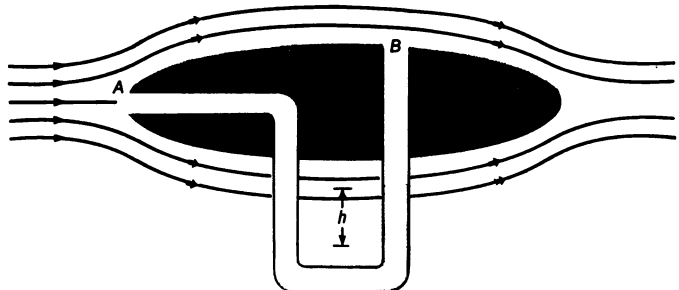

Рис. 13.12. Трубка Пито.
19. (II) *Трубка Пито* – это устройство для измерения скорости потока (рис. 13.12). Жидкость (газ) проходит мимо отверстия B со скоростью v , а у отверстия A находится в покое. Разность давлений $P_A - P_B$ измеряется манометром. а) Запишите выражение для скорости v через плотность движущейся среды ρ_f , манометрическую разность высот h и плотность жидкости в манометре ρ_m . б) Миниатюрная трубка Пито с ртутным манометром используется для измерения скорости кровотока. Чему равна эта скорость, если $h = 20$ мм?
20. (II) Труба диаметром 6,0 см, плавно сужаясь, переходит в трубу диаметром 4,0 см. Когда по трубе идет вода, избыточное давление в этих сечениях равно соответственно 32 и 24 кПа. Чему равен поток, или объемный расход?
21. (II) *Реактивная тяга*. а) Пользуясь уравнением Бернулли и уравнением неразрывности, покажите, что скорость истечения газов из ракеты дается выражением